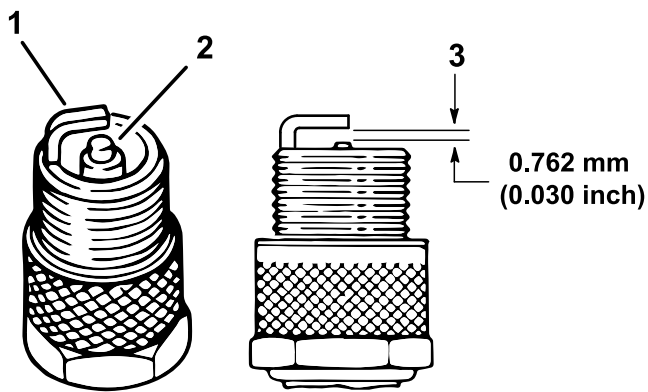

Figure 37
- Vérifiez l'état des électrodes latérale et centrale, ainsi que de l'isolateur de l'électrode centrale (Figure 37).
5. Réglez l'écartement entre les électrodes centrale et latérale à 0,76 mm, comme montré à la Figure 37.